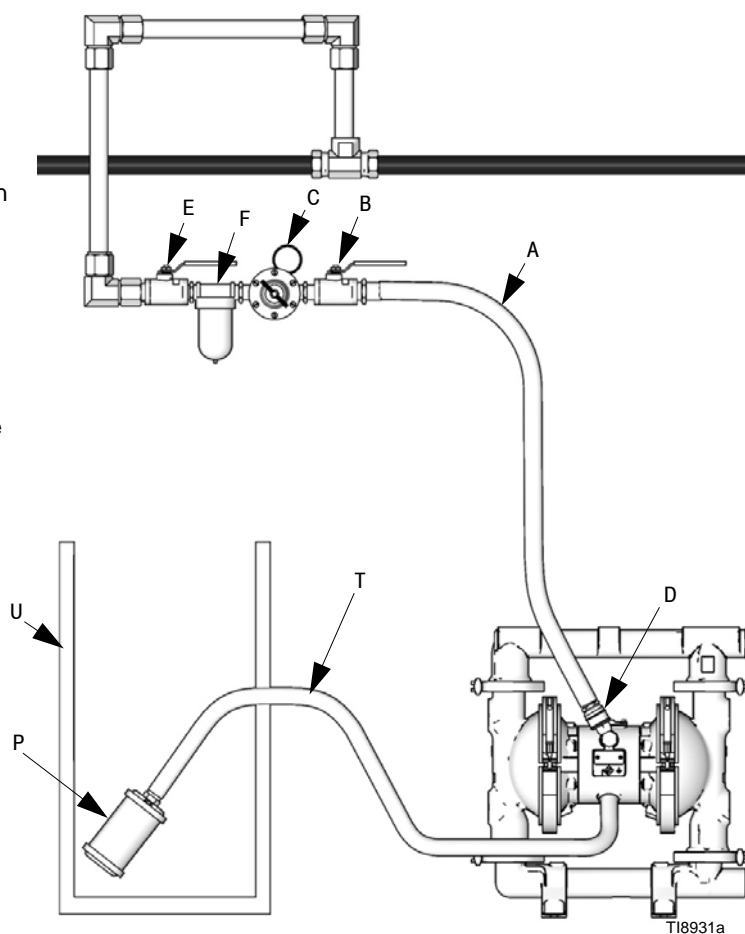

FIG. 4 Ventilación del escape de aire
Un fallo del diafragma puede provocar el bombeo del fluido hacia la salida de aire. Coloque un recipiente apropiado en el extremo de la tubería de salida de aire para recoger el fluido. Consulte la FIG. 4.
1. Desmonte el silenciador (P) de la lumbre de escape de aire de la bomba.
2. Instale una manguera de escape de aire conectada a tierra (T) y conecte el silenciador (P) en el otro extremo de la manguera. El tamaño mínimo para la manguera de evacuación es de 19mm (3/4 pulg.) ID. Si se requiere una manguera más larga de 4,57m (15 pies), use una manguera de mayor diámetro. Evite la formación de curvas o dobleces en la manguera.
3. Coloque un contenedor (U) en el otro extremo de la tubería de escape de aire para recoger el fluido en caso de rotura del diafragma. Consulte la FIG. 4.